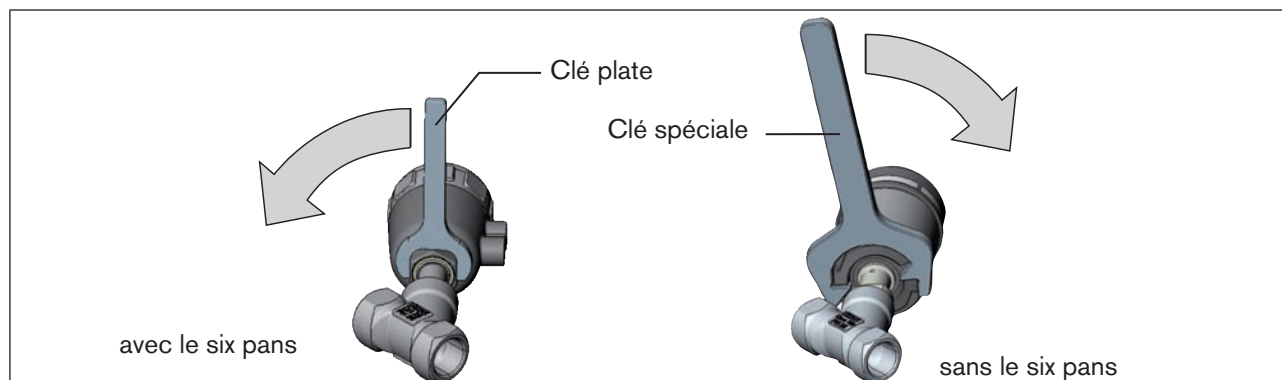

Figure 25 : Tourner avec une clé spéciale / clé plate
- Tournez le module actionneur uniquement dans le sens prescrit (voir « Figure 25 »).